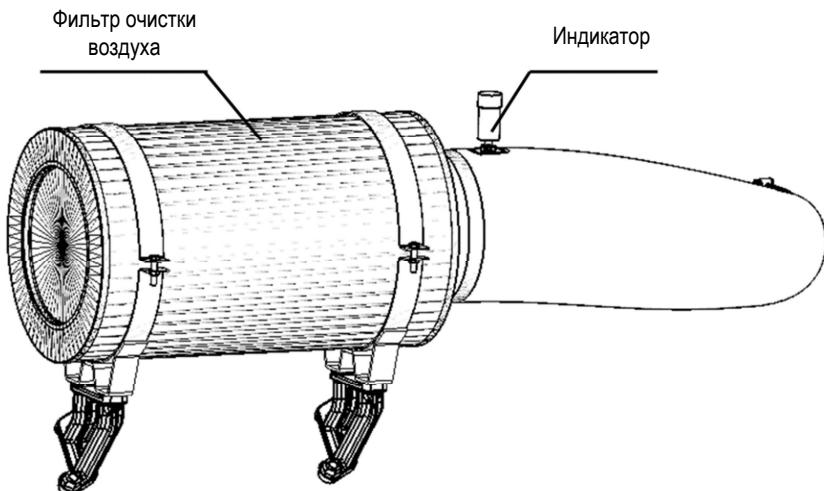

Рисунок 5-7 Воздушный фильтр - проверка на засорение
- Проверьте, не горит ли индикатор воздушного фильтра красным цветом, красный цвет означает, что фильтрующий элемент засорен, см. Рисунок 5-7.